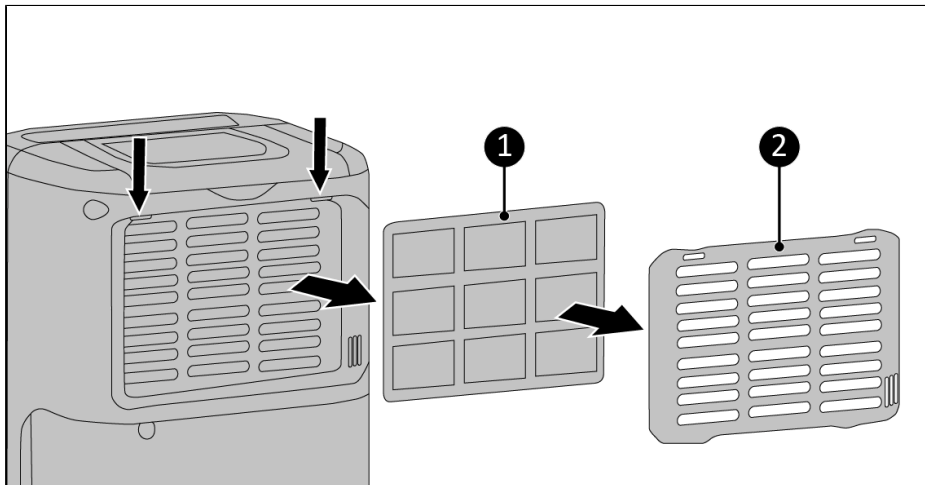

Figura 74.
2. Retire a armação (Figura 74, pos. 2).
3. Retire o suporte do filtro (Figura 74, pos. 1).